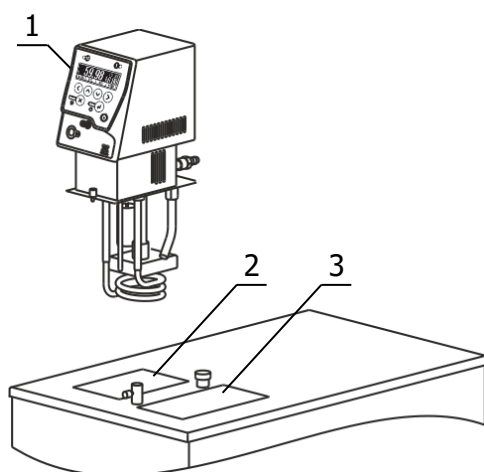
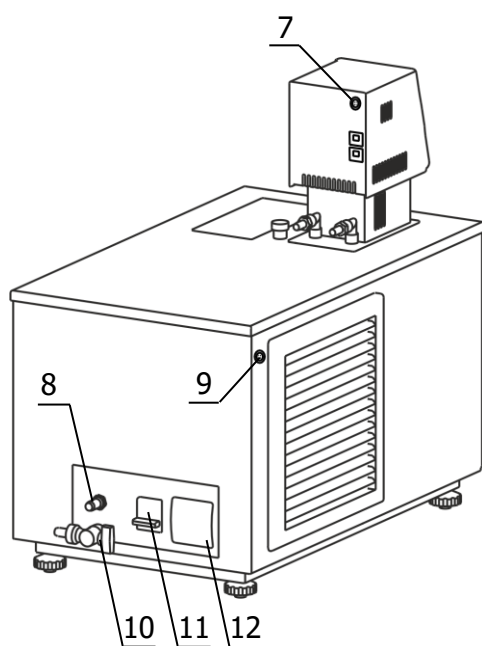

Рисунок 2 — Установка блока регулирования
Рисунок 4 — Задняя панель термостата
2.2.3 Блок регулирования 1 погрузить в отверстие 2 (рисунок 2) и закрепить винтовыми фиксаторами на крышке термостата.
2.2.5 К переливному штуцеру 8 (рисунок 4) присоединить гибкий шланг, второй конец которого опустить в емкость для сбора излишков теплоносителя объемом 1.5–2 литра.
2.2.6 Заполнить ванну термостата теплоносителем через отверстие над рабочей зоной 3 (рисунок 2) до момента начала слива теплоносителя из переливного штуцера 8 (рисунок 4). Температурный диапазон применения теплоносителя должен соответствовать значениям, указанным в 1.2.6.
2.2.7 Вставить вилку сетевого кабеля блока регулирования в розетку 12 (рисунок 4). Соединить кабелем из комплекта поставки блок регулирования (разъем 7) и холодильную машину (разъем 9). Сетевой кабель термостата подключить к питающей сети. Для этого в лабораторном помещении должна быть установлена электрическая розетка из комплекта поставки термостата.
2.2.8 Автоматический выключатель 11 (рисунок 4) перевести в положение «включено».
2.2.11 Для заполнения соединительных шлангов и устранения воздушных пробок при первом запуске термостата, необходимо включить блок регулирования в режиме прокачки. При работе циркуляционного насоса уровень теплоносителя во внутренней ванне понизится, что может привести к срабатыванию защиты от недостаточного уровня теплоносителя. Доливать теплоноситель следует до тех пор, пока он не начнет переливаться через штуцер 8 (рисунок 4).
2.4.2 Присоединить сливной шланг из комплекта поставки к крану 10 (рисунок 4) и закрепить его хомутом. Свободный конец шланга опустить в емкость для сбора теплоносителя объемом, превышающим суммарный объем ванны термостата, соединительных шлангов и внешнего потребителя.